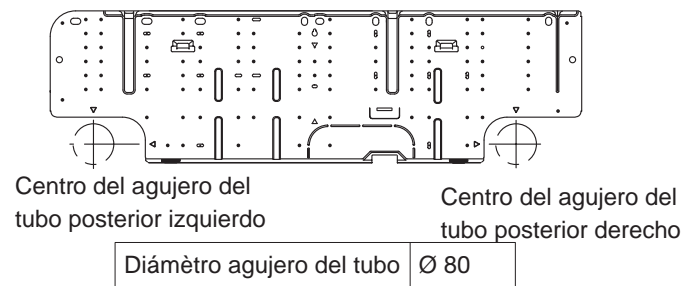

Fig. 3-46
2. Determine la abertura del panel posterior a utilizar. (Fig. 3-46)